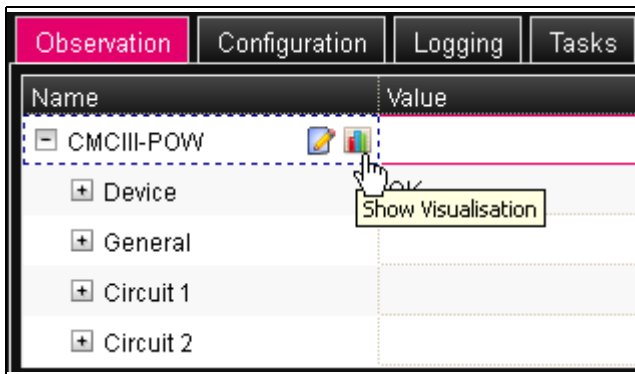

Abb. 27: „Grafik“-Symbol
- Klicken Sie auf das farbige „Grafik“-Symbol hinter dem Eintrag „CMCIII-POW“ in Form eines stilisierten Diagramms (Abb. 27).